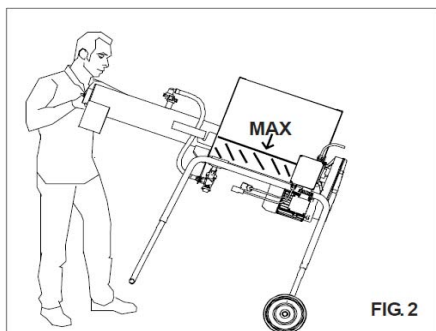
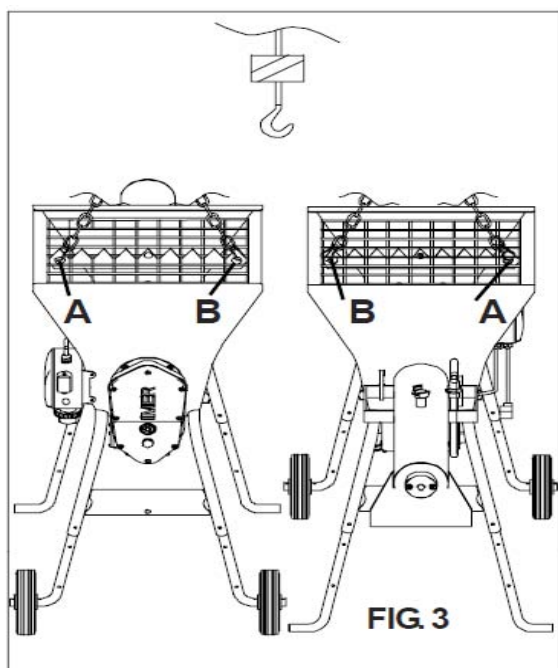

FIG. 2
FIG. 3
### 8. TRASPORTABILITA(vedi fig.2 e fig.3)
Sollevarlo il mescolatore avvalendosi delle apposite maniglie (fig.2) e spingere nella direzione desiderata.
**- ATTENZIONE! Per il sollevamento della macchina non utilizzare punti di aggancio diversi da quelli indicati in fig. 3**
Per il sollevamento della macchina utilizzare i due anelli appositamente previsti (fig.3).